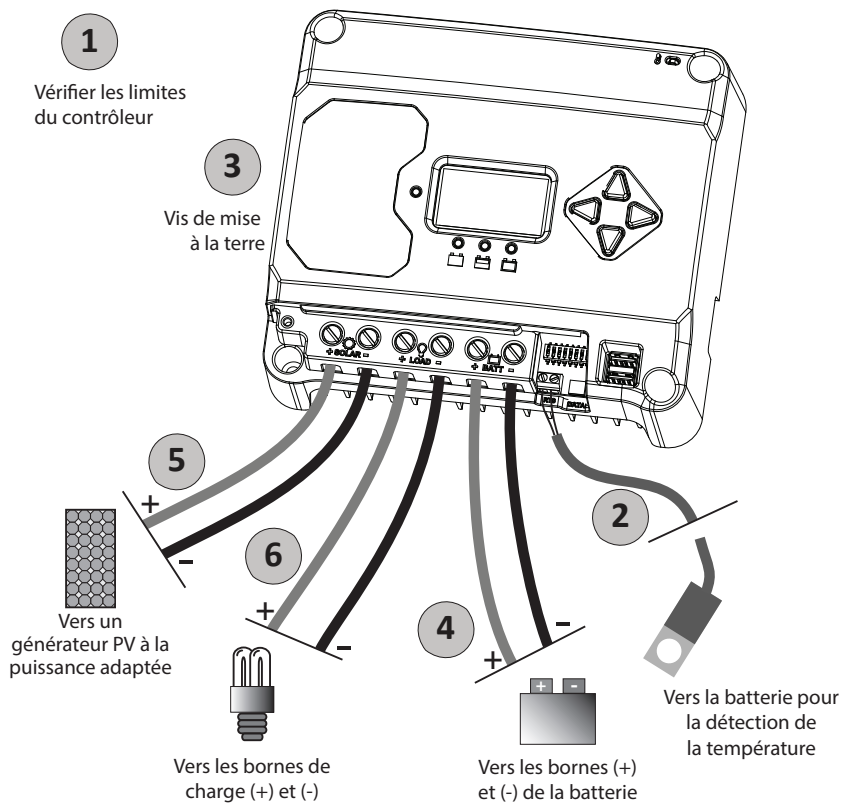

Figure 3-3. Raccordement de l'EcoBoost MPPT
**VEUILLEZ VOUS REPORTER À LA FIGURE 3.3 EN APPLIQUANT LES INSTRUCTIONS DE RACCORDEMENT SUIVANTES.**